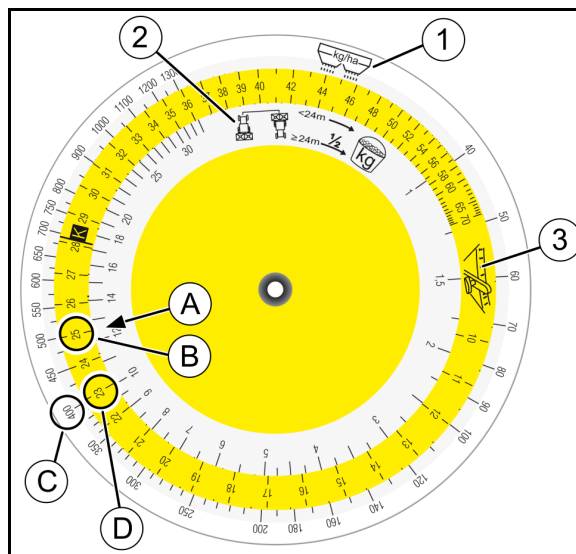

図 56
収容した量 [kg] 用の目盛り (図 56/2) で数値 (A) を探し、カラーの目盛り (図 56/3) の選択したシャッター位置 (B) と合わせます。
3. 希望する散布量 (C) を探し、必要なシャッター位置 (位置) (D) を読み取ります。